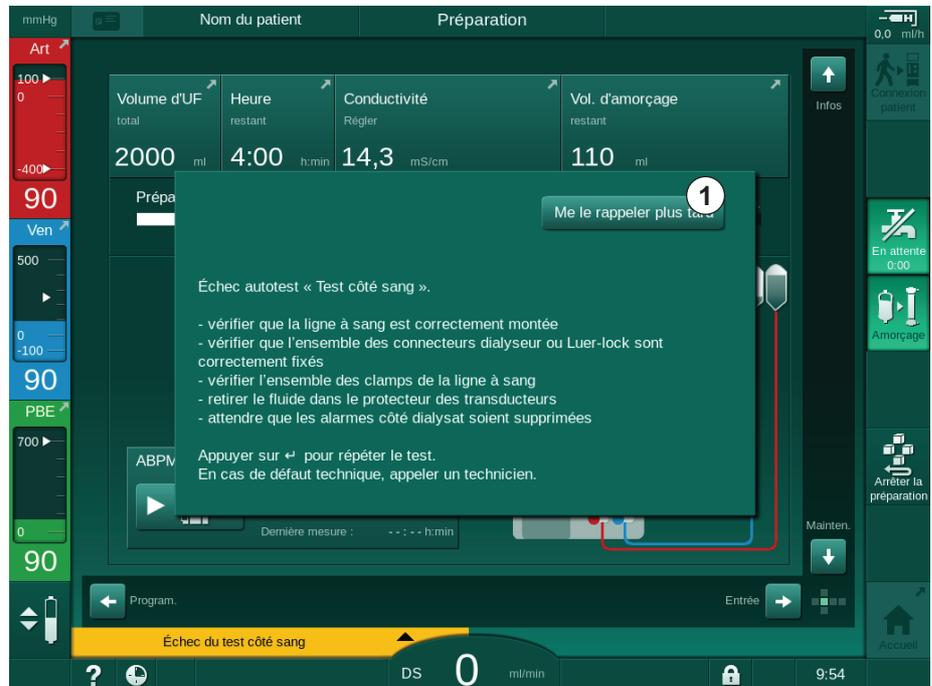

Fig. 12-4 La fenêtre *Me le rappeler plus tard*
Dans certains cas d'alarmes et d'avertissements spécifiques (par ex. alarme SAD ou *Échec test côté sang* (1089)), une fenêtre pop up s'ouvre pour afficher les informations pertinentes ou bien les instructions. Cette fenêtre contient le bouton *Me rappeler plus tard* (Fig. 12-4, ①) permettant de masquer la fenêtre. En même temps que la fenêtre pop up, la touche *Entrée* est éclairée. Effectuer les activités indiquées.